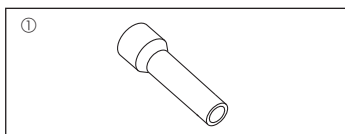

Fig. 1-1
1.6. Tilbehør til udvendig enhed (Fig. 1-1) (ZRP200/250, P200/250)